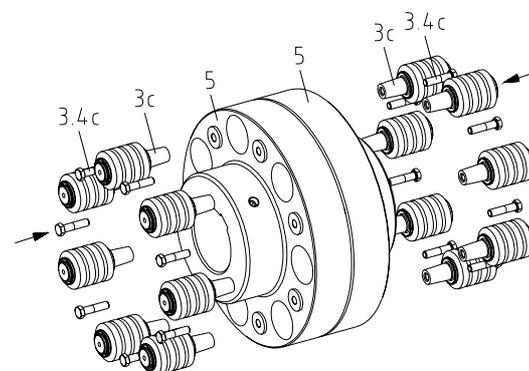

Figura 22
- Inserte los pasadores (componente 3c) en los agujeros más grandes del mangón parte 5 (componente 5) (ver figura 22).
- Atornille los pasadores a los tornillos hexagonales (componente 3.4c) y apriete los hasta alcanzar los pares de apriete especificados en la tabla 6 por medio de una llave dinamometrica (ver figura 22).